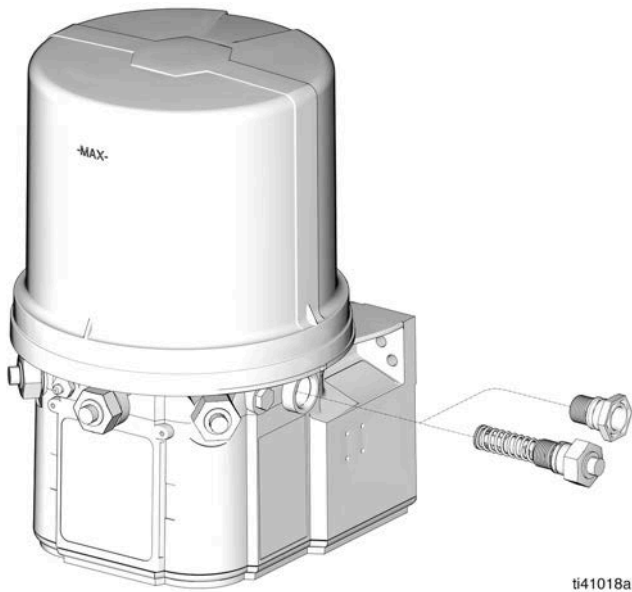

FIG. 16
3. Retire el elemento de la bomba y sustitúyalo por un tapón (apriete el accesorio de conexión 5,6 N•m [50 lb-pulg.]) (FIG. 16).